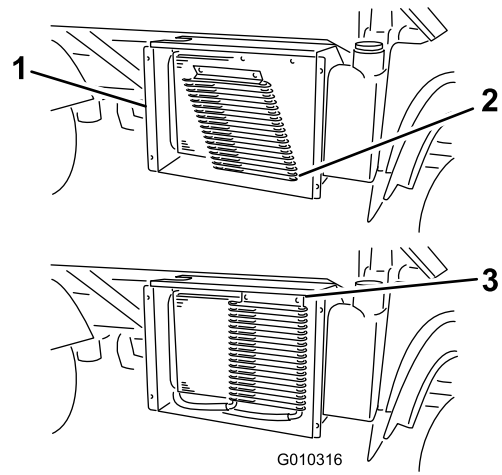

Figura 15
1. Insira as patilhas de montagem do refrigerador de óleo nas ranhuras sob o radiador (Figura 15).
2. Rode o refrigerador para cima e fixe a parte superior do refrigerador com os elementos de fixação de ¼ de volta no radiador (Figura 15).